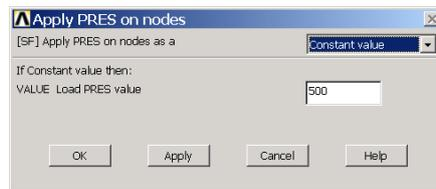

图5.38 对节点施加荷载
(6)单击 Main Menu>Solution>Define Loads>Apply>Structural>Pressure>On Nodes 菜单,弹出图形拾取对话框,用鼠标在图形视窗中选择节点 1、18、17 和 16,单击【OK】按钮,接着弹出如图 5.38 所示的对话框。在【Load PRES value】文本框中输入【500】,单击【OK】按钮关闭对话框。